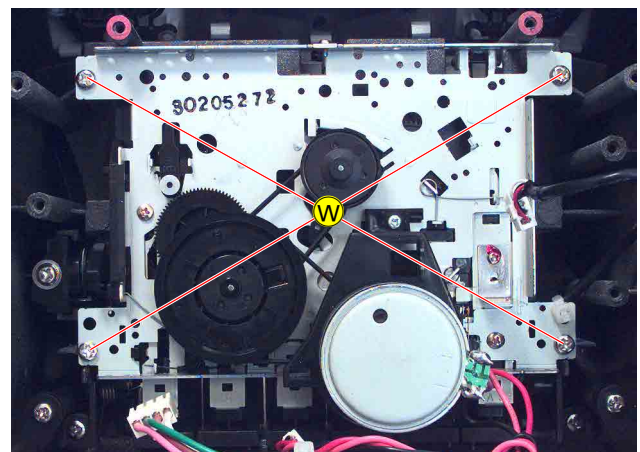

Fig. 13
- 4 Schrauben (W) (Fig. 13) herausschrauben.
- Undo 4 screws (W) (Fig. 13).